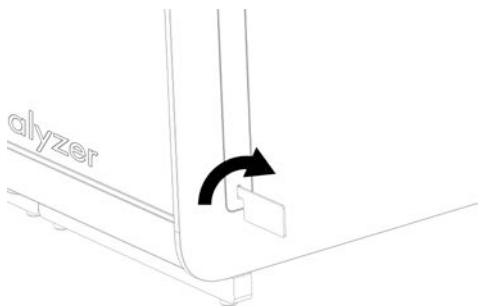

Рис. 5. Удаление защитных накладок.
2. Удалите защитные наклейки с боковой стороны аналитического модуля с помощью инструмента для снятия защитных накладок, входящего в комплект поставки QIAstat-Dx Analyzer 1.0 (рис. 5).